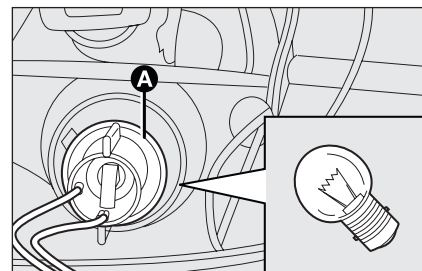

fig. 23
- ☐ gire en sentido antihorario el portalámparas **A**-fig 23 y sáquelo;